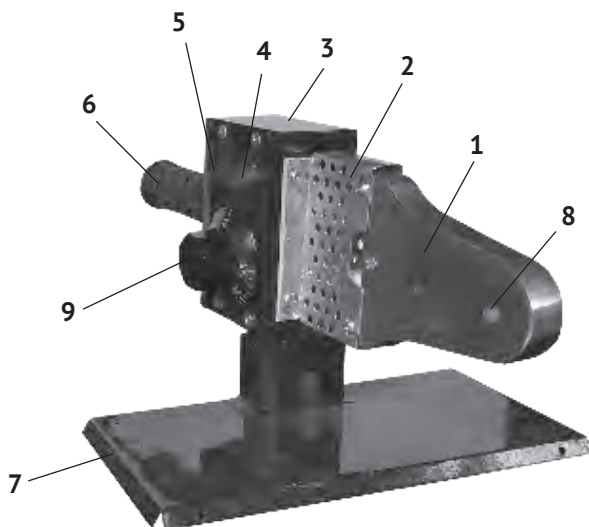

рис. 1
1.8 Общий вид представлен на рис. 1
1.9 В металлическом корпусе (рис.1 поз.3) расположены термостат и разводка проводов подключения нагревательного элемента и индикаторов. Между нагревательным элементом (рис.1 поз.1) расположена текстолитовая прокладка, предохраняющая корпус от нагрева. Поворотом ручки термостата (рис.1 поз.9) по часовой стрелке аппарат включается (с характерным щелчком) и выставляется нужная для сварки температура.
3.2 Выберите из набора парные насадки, подходящие по размеру свариваемой трубе и фитингу и закрепите их в отверстиях (рис.1 поз.8) на нагревательном элементе. Поверхность тефлоновых насадок должна быть чистой.
4.1 Включите аппарат в сеть. При подключении высветится индикатор (рис.1 поз.4) зелёным цветом, информирующий о включении.
4.2 Повернув по часовой стрелке ручку термостата (рис.1 поз.9) включите аппарат и установите (по шкале) необходимую температуру, указанную изготовителем труб. При этом высветиться красным цветом индикатор нагрева (рис.1 поз.5).
4.3 Для достижения установленной термостатом температуры нагревательного элемента (рис.1 поз.1) и насадок требуется некоторое время. При достижении рабочей температуры, индикатор (рис.1 поз.5) погас, можно приступать к сварке.
Корректировку температуры производите установкой рукоятки термостата (рис.1 поз.9).